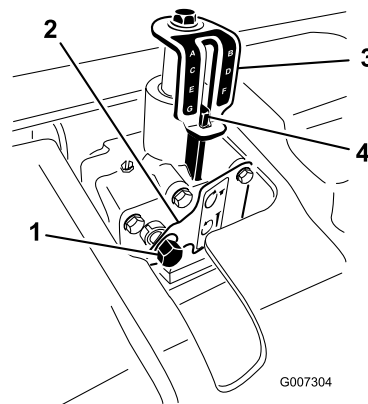

Figure 21
3. Insérez une douille de 9/16" avec rochet sur l'axe d'entrée du dispositif de réglage de profondeur (Figure 21).
5. Tournez le dispositif de réglage de profondeur dans le sens horaire pour réduire la profondeur d'aération et dans le sens antihoraire pour augmenter la profondeur d'aération. (Figure 21).
6. Tournez l'axe d'entrée du dispositif de réglage de profondeur jusqu'à obtention de la profondeur voulue, comme illustré sur l'autocollant indicateur de profondeurs (Figure 21).
**Remarque:** Dix-sept (17) tours de l'axe d'entrée du dispositif de réglage correspondent à une modification approximative de la profondeur de 6,4 mm (1/4").